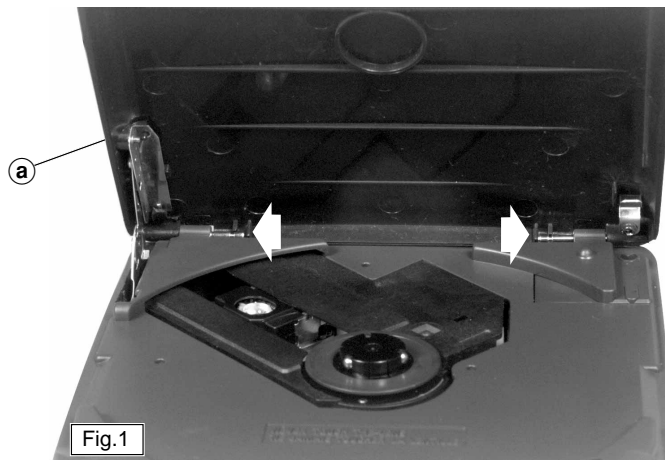

Fig.1
- Schraube ① herausschrauben (Fig.1).
- Undo screw ① (Fig.1).